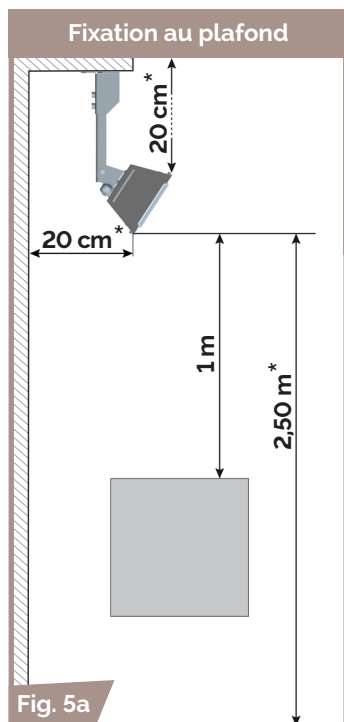

Fig. 5a
- Lorsque l'appareil est en fonctionnement, aucune de ses parties ne devra se trouver à proximité d'une matière ou d'un matériau combustible non protégé. Tenir compte des distances d'éloignement minimales suivantes : 50 cm vers le haut, 60 cm latéralement et 1 m vers le bas (voir Fig. 4a et 4b page 7 et Fig. 5a et 5b page 8).
3. Fixer l'ensemble au plafond ou au mur en respectant les distances de sécurité (Fig. 5a-5b et 6a-6b). Utiliser des vis adaptées au support et au poids de l'appareil.